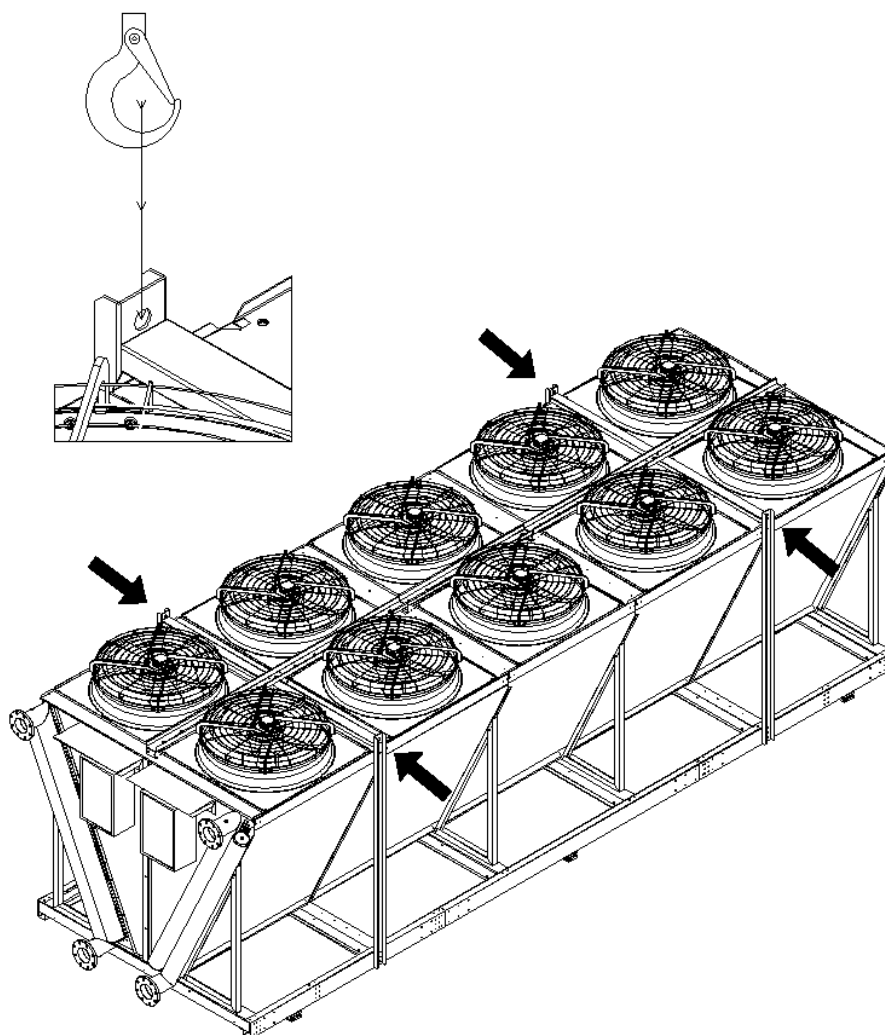

Рис. 3
- Подъем должен осуществляться за подъемные проушины как на рисунке 4 и угол наклона стропы относительно горизонту должен составлять не менее 70° по отношению к подъемной плоскости (подъемная плоскость, это плоскость, где закреплены вентиляторы), см. рисунок 3.